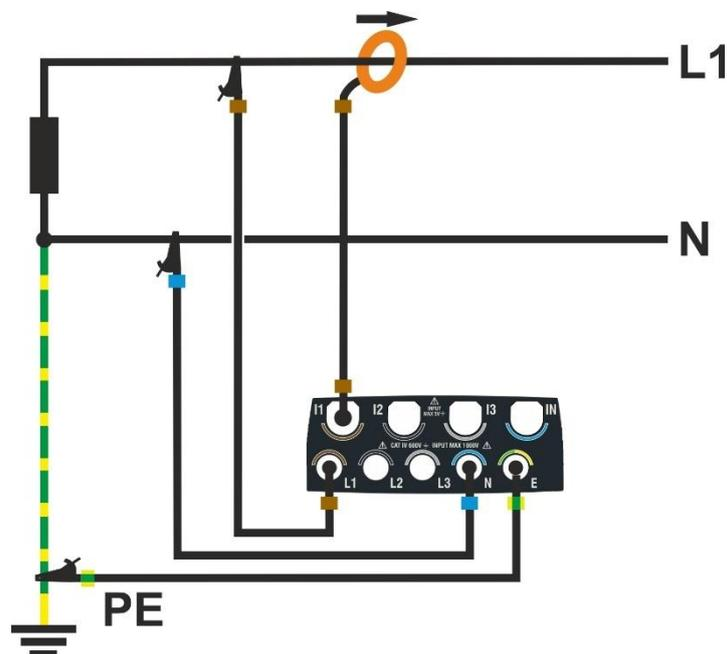

Fig. 64: Raccordement de l'instrument dans un système Monophasé à 2 fils
2. Brancher les câbles de tension sur les conducteurs L1, N et PE comme indiqué à la Fig. 64